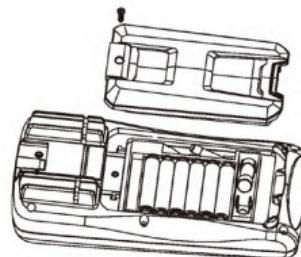

図 15
2. バッテリー或いはヒューズチューブ交換（図 15 のよう）操作手順：